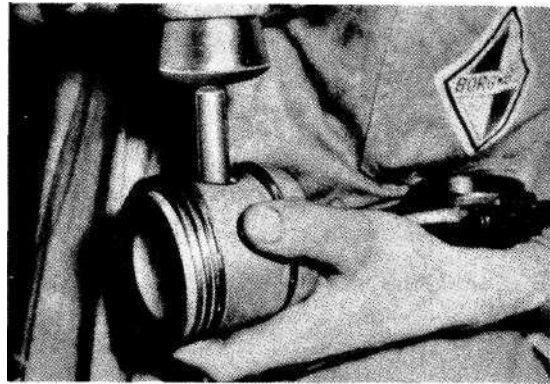

Bild 4-80
2. **Alten** Kolbenbolzen heraustreiben. (Bild 4-80)